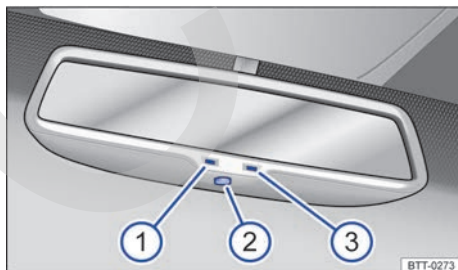

Fig. 70 En el parabrisas: espejo retrovisor interior antideslumbrante automático.
Legenda para → fig. 70:
- ① Luz de control.
- ② Interruptor.
- ③ Sensor para reconocer la incidencia de luz desde atrás.
El antideslumbrante automático se puede conectar y desconectar con el interruptor en el retrovisor interior → fig. 70 ②. Si está conectado el antideslumbrante automático se enciende la luz de control → fig. 70 ①.
- Un sensor del lado que indica hacia el interior del vehículo, que mide la incidencia de luz desde atrás → fig. 70 ③.